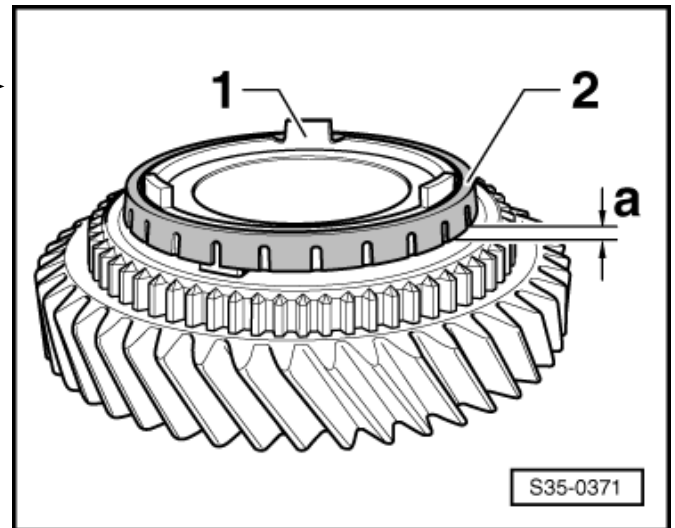

Abb. 30: Die Außenreibfläche vom Zwischenring auf Verschleiß prüfen ►
- ♦ Synchronringe auf Verschleiß prüfen ⇒ Abb. 29 in **35-2** Seite 13 bzw. ⇒ Abb. 30 in **35-2** Seite 13.